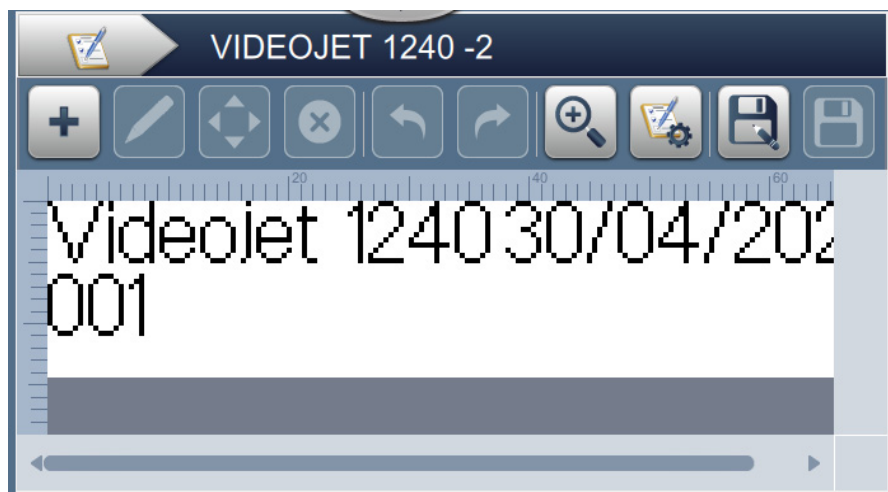

Figura 5-16: Amostra de mensagem
Na seção abaixo, o usuário é orientado a criar um novo trabalho, como mostra a Figura 5-16, que consiste nos seguintes campos:
10. Selecione o campo e arraste ou use o botão  para mover o campo até o local, como mostra Figura 5-16 na página 5-31.
21. Selecione o campo e arraste ou use o botão  para mover o campo até o local, como mostra Figura 5-16 na página 5-31.
30. Selecione o campo e arraste ou use o botão  para mover o campo até o local, como mostra Figura 5-16 na página 5-31.